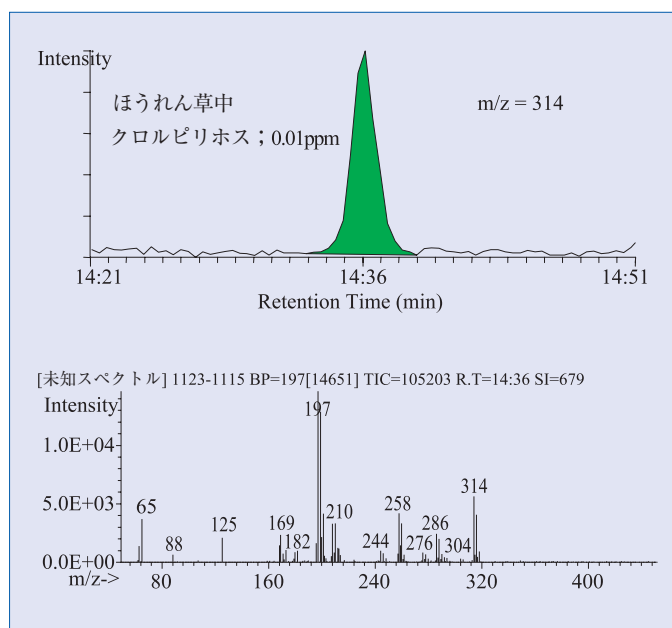

図 1. イオンクロマトグラム(上)とその質量スペクトル(下)
3. SCAN測定；ほうれん草にクロルピリホスを0.01ppmとなるように添加して分析したときのSCAN測定によるイオンクロマトグラム ($m/z=314$) とそのピークの質量スペクトルをFig.1に示す。近年のMSはSCAN感度が非常に向上していることから、十分な検出感度を得られることがわかった。また、SCAN法にすることで多成分の測定における条件設定が簡易となり、しかも定性まで可能になることでデータの信頼性が向上した。